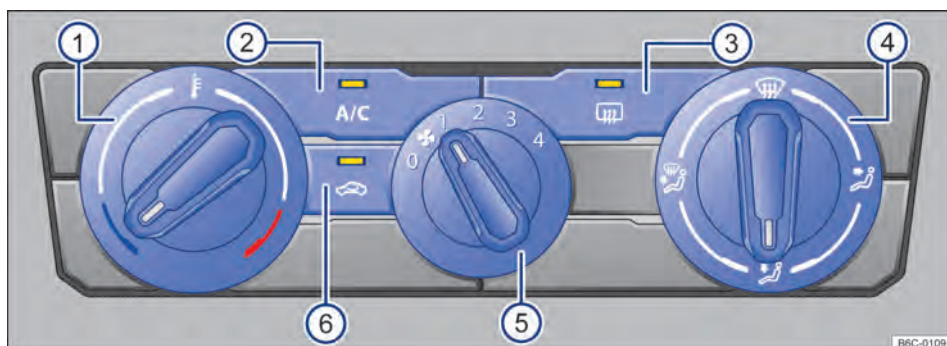

Fig. 81 Comandos do ar-condicionado.
- *Ar-condicionado*: girar o regulador do ventilador para o nível 0 → Fig. 81 ⑤.
- *Ar-condicionado*: girar o regulador rotativo esquerdo → Fig. 81 ①.
- *Ar-condicionado*: girar o regulador do ventilador → Fig. 81 ⑤.
- *Ar-condicionado*: girar o regulador da direita → Fig. 81 ④ para posição desejada.
- *Ar-condicionado*: girar o regulador direito para a posição  → Fig. 81 .